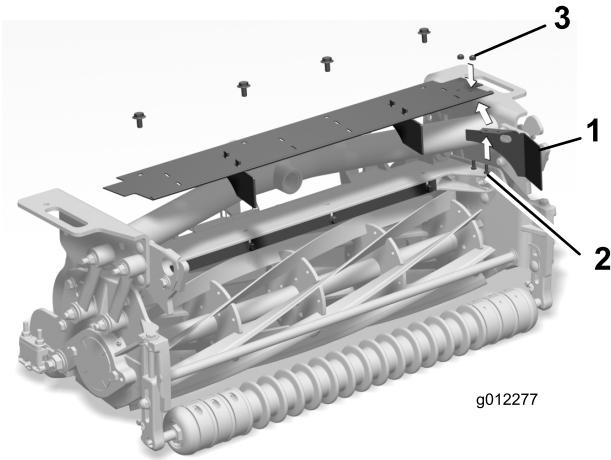

Figura 10
2. Montate il nuovo deflettore sull'estremità sinistra del carter con 2 viti (10-24 x 1/2 poll.) e dadi (10-24) come illustrato nella Figura 10.